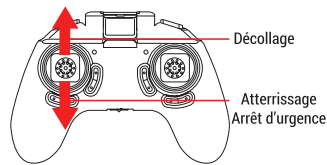

Figure 3: Décollage / Atterrissage /
- 8. Arrêt d'urgence / Arrêt manuel des moteurs:** Vous pouvez stopper à tout moment les moteurs en maintenant le joystick de gauche vers le bas (Figure 3). En cas de collision en vol ou de perte de contrôle du drone: veuillez systématiquement couper les moteurs pour éviter tout dommage.